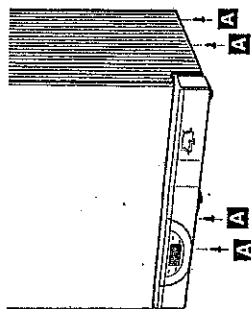

Fig. 9
- dévisser les 4 vis A (fig. 9) de fixation de l'habillage